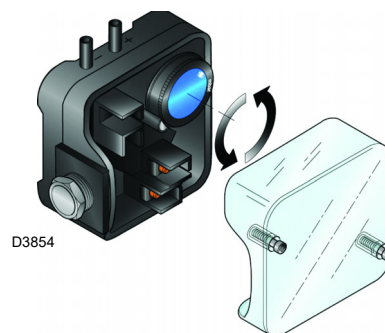

Abb. 37
- Stellen Sie den Luftdruckwächter (Abb. 37 auf Seite 33) auf den Skalenanfangswert ein.
Führen Sie die Einstellung des Luftdruckwächters aus, nachdem alle anderen Einstellungen des Brenners bei auf den Skalenanfang eingestellten Luftdruckwächter vorgenommen wurden (Abb. 37).